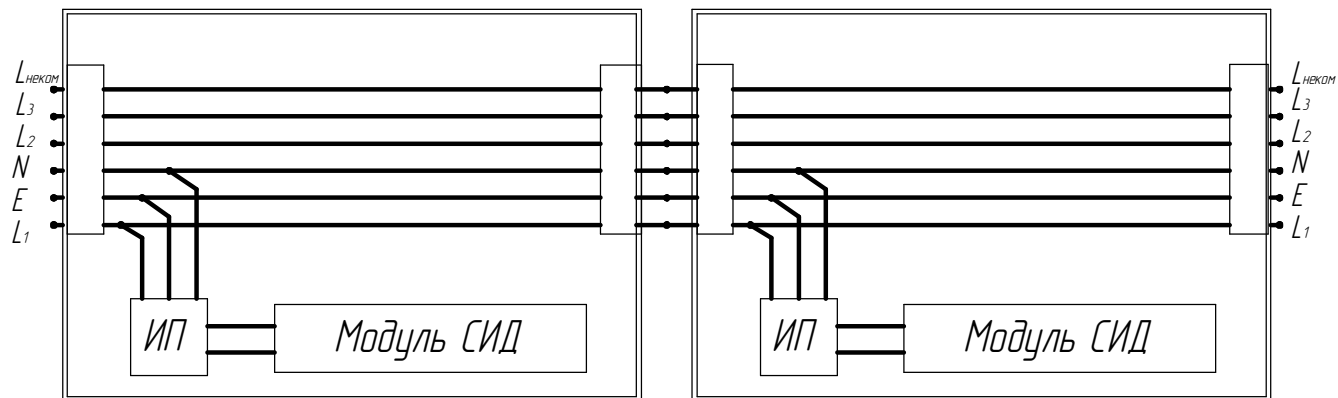

Рисунок 4 - Схема сквозной проводки
2.10 Светильники, предназначенные для установки в линию, предусматривают в своей конструкции сквозную проводку. Схема сквозной проводки приведена на рис.4.